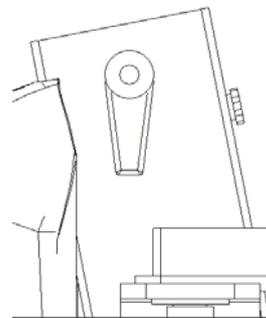

Fig. 1
2. Inserire la colonna verticale nella base ed assicurarsi che sia bloccato utilizzando l'apposita attenzione alle dita. (Fig.1);
5.2 Collegamento cablaggi elettrici (Mod. SO12) (Fig. 1)